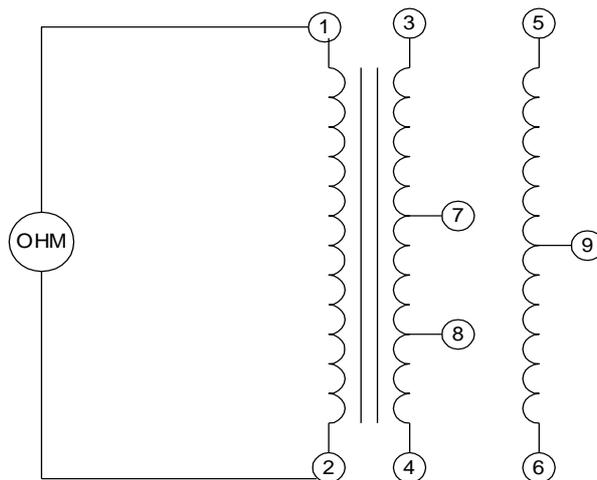

Figura 4.
8. Conecte el óhmetro como se muestra en la figura 4 y mida la resistencia de los devanados que se indican en la tabla 3.